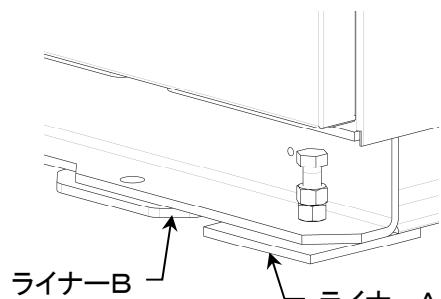

図4-3
- 1) 本機据付ベッドチャンネルに溶接された前後4箇所のボルト(M12)の下、及びアンカーフィット4箇所の下に附属の鉄板製ライナーを敷き機械をその上に据付けます。(図4-3)